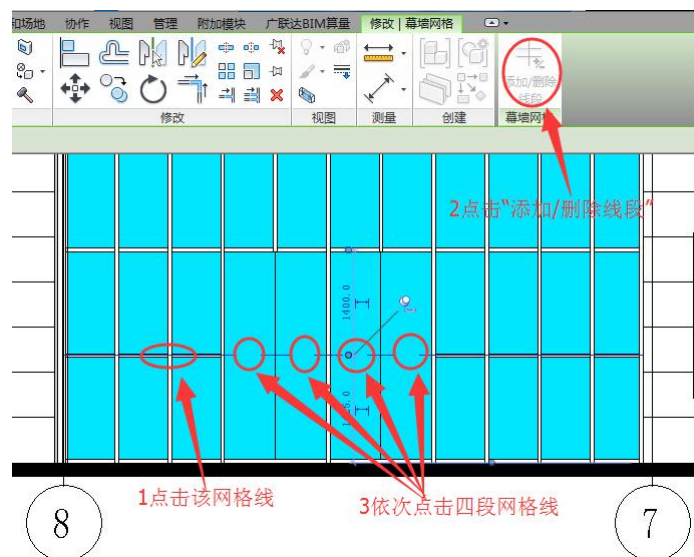
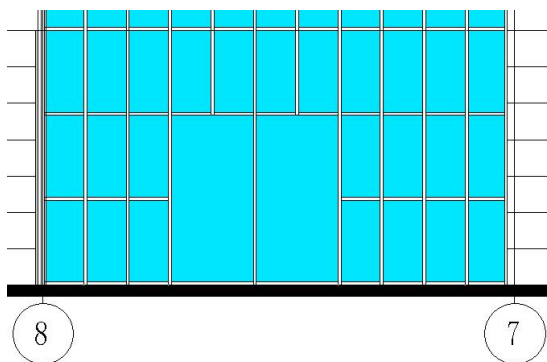

图 6-11 删除四段网格线
图 6-12 网格线删除后的模型
•• 鼠标左键点击网格线，在“修改 | 幕墙网格”上下文选项卡“幕墙网格”面板中点击“添加/删除线段”，依次点击该网格线上的四段网格线（图 6-11），可删除该四段网格线。同理，删除 2 条竖向网格线，删除后的模型见图 6-12。